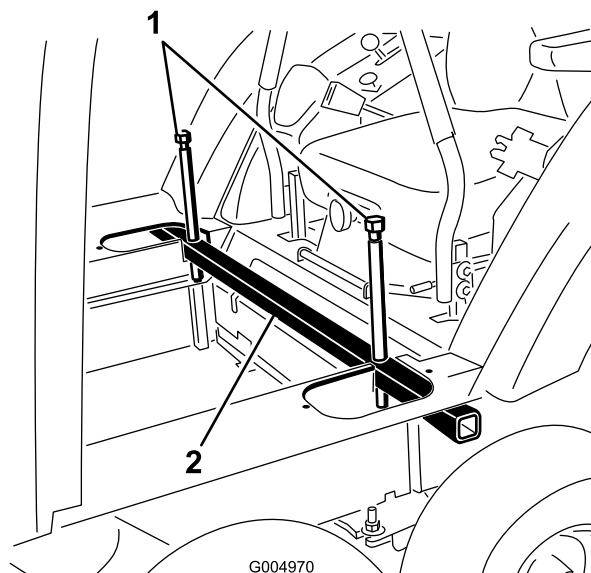

Figura 120
30. Afloje los pernos de elevación y retire el tubo de elevación de la cabina de los recortes del suelo de la cabina (Figura 120).